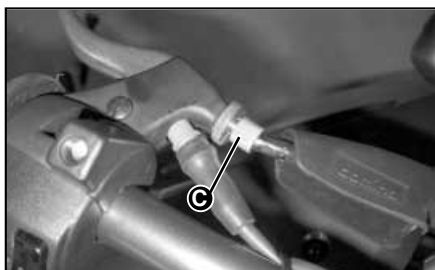

Fig. 2
2. Le levier de commande d'embrayage doit présenter en son extrémité in trajet à vide de 8 mm environ. Intervenez sur la vis de réglage "C" (Fig. 2). Dans le cas où l'embrayage "ne s'accouplerait pas" ou "qu'il resterait en permanence collé" régler la vis de réglage sous le couvercle droit. Faites réaliser cette opération par un concessionnaire ou un distributeur DERBI.
2. La leva di comando della frizione nel manubrio deve presentare nel suo estremo un percorso a vuoto di almeno 8 mm. Intervenire nella vite di regolazione "C" (Fig. 2). Nel caso in cui la frizione "non entri" o "rimanga incollata", regolare la vite di regolazione all'interno del coperchio destro. Realizzare questa operazione da un Concessionario o Distributore DERBI.
2. Check the free clearance which has to be around 8 mm. Adjust the timing "C". (Fig. 2). In case that the clutch does not "engage" or if it "stays stuck" adjust the timing bolt inside the right side of the cover. This operation must be done by your nearest Dealer or Distributor de DERBI.
2. Der Kupplungshebel des Lenkers muss ganz Außen einen Leerweg von 8 mm aufweisen. Andernfalls passen Sie die Einstellungsschraube "C" (Abb. 2) an. Falls die Kupplung nicht einkuppelt oder stecken bleibt, passen Sie die Einstellungsschraube im Inneren der rechten Klappe an. Lassen Sie dies von einem Vertragshändler oder DERBI Verteiler tun.